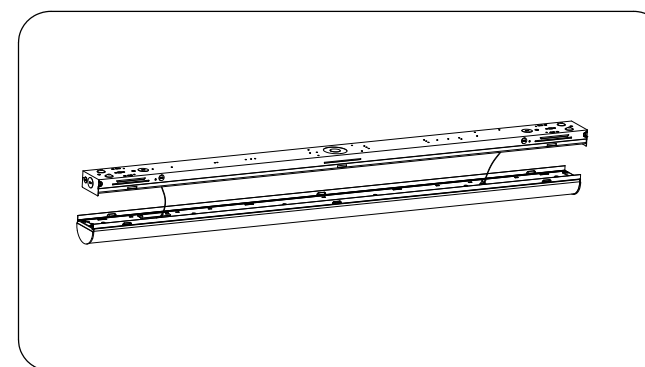
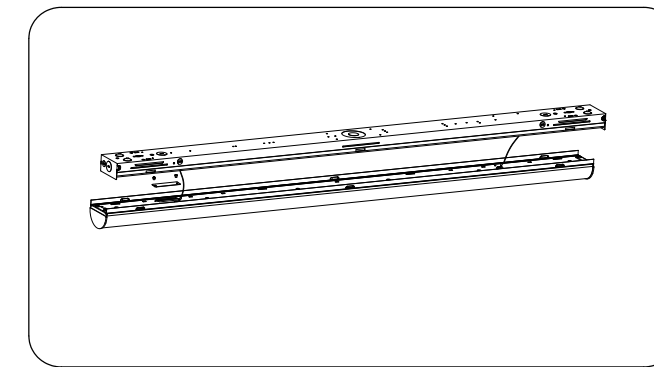

Figure 1
Figure 2
Étape 1 : retirer la plaque avant ou après l'installation du luminaire (Figure 1 et Figure 2).